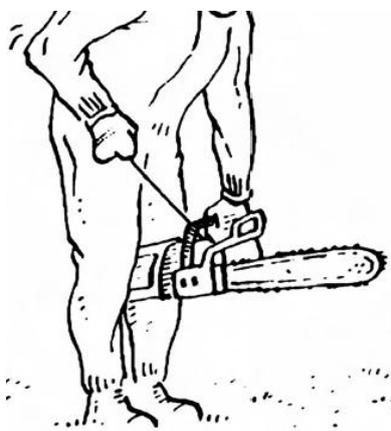

Figura 3.
- El segundo método consiste en tener la manija trasera entre las rodillas, la manija delantera sujeta con la mano izquierda y tirar del tiraflector con la mano derecha (figura 3).